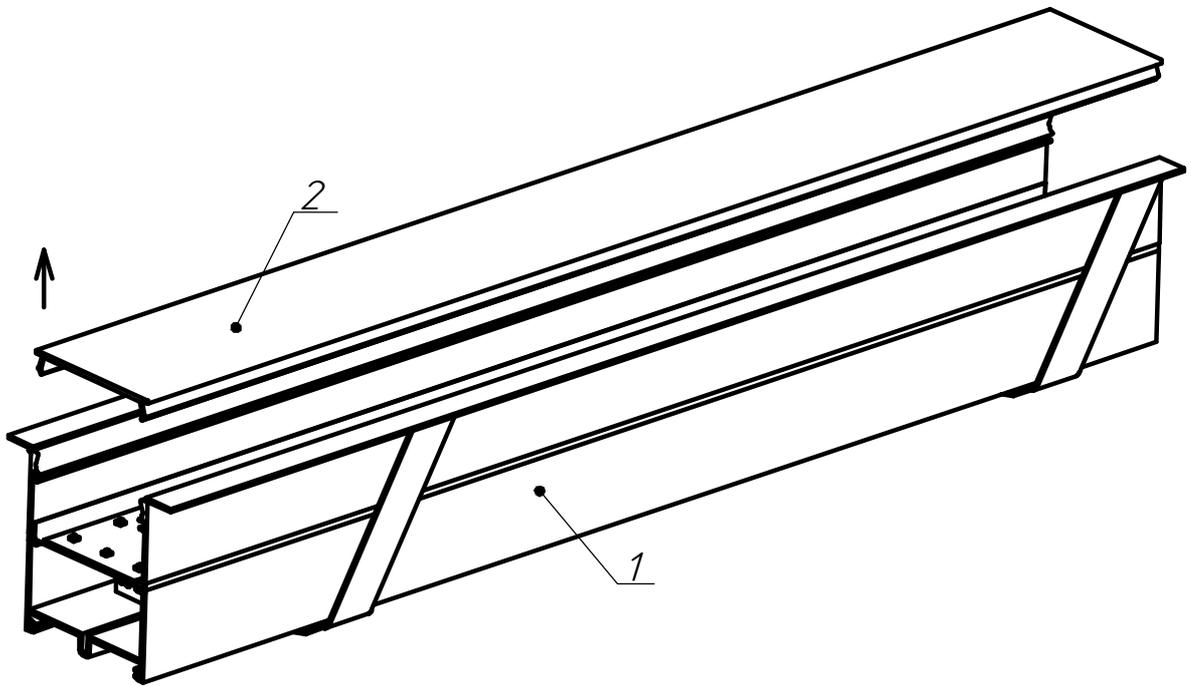
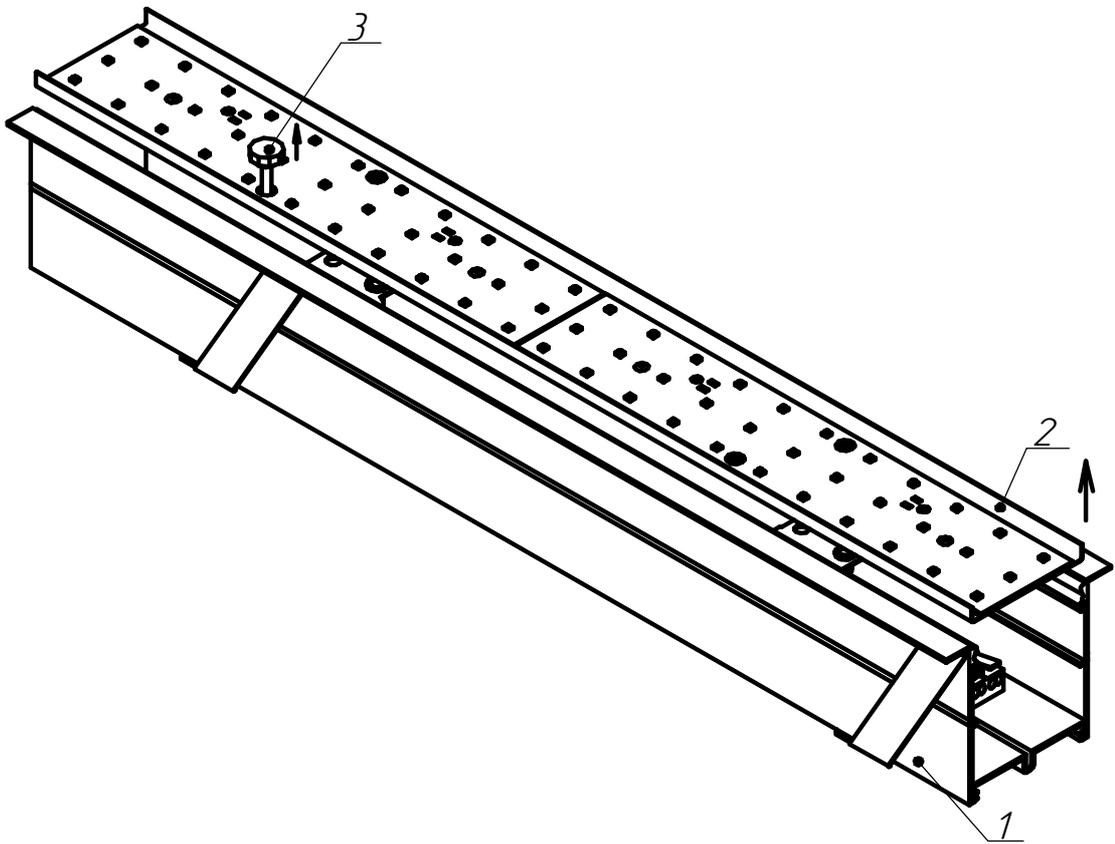

Рисунок 2 - Снятие рассеивателя со светильников
Рисунок 3 - Снятие панели со светильников
5.3.1 Снять опаловый рассеиватель (см. рисунок 2). Затем демонтировать панель со светодиодными модулями держащуюся в корпусе на магнитах, потянув за торцы панели. Когда светильник установлен в потолок, демонтировать панель со светодиодными модулями необходимо при помощи спец-винта М4 (идет в комплекте). Для этого необходимо ввернуть спец-винта М4 в панель и потянуть (см. рисунок 3).